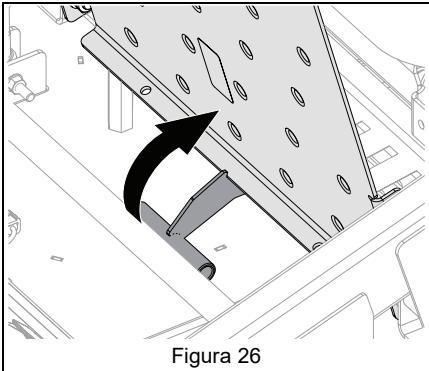

Figura 26
3. Tirare la maniglia di bypass e fissare la tacco al piano della pedana. Vedere Figura 26.